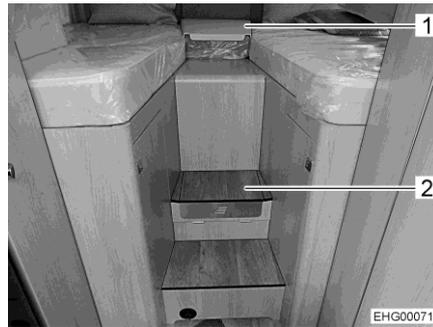

Fig. 119 Tablette courte (à la tête du lit)
- Retirer la tablette courte (Fig. 119,1).
- Ouvrir les rabats (Fig. 121,1 et Fig. 119,2).